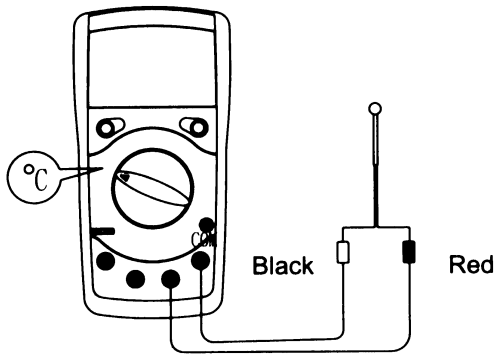

Рис.7
**UT-39C: измерение температуры (рис.7)**